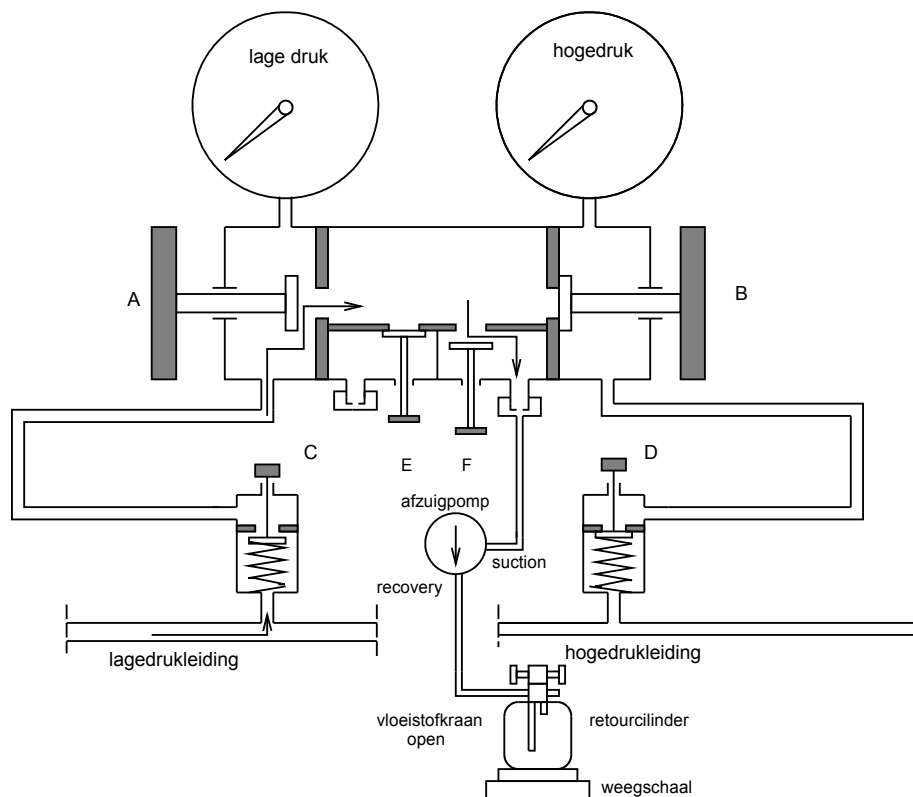
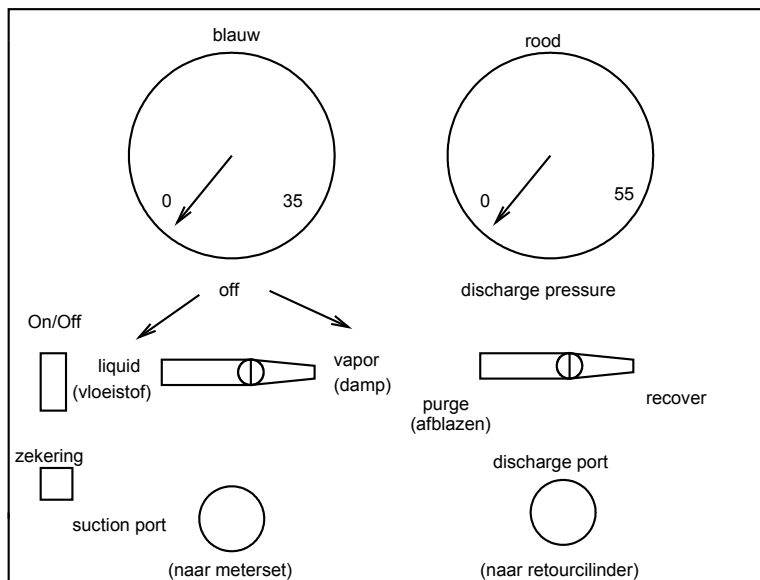

Fig. 13.1 Het leeghalen van een airco-installatie
Fig. 13.2 De blauwe meter geeft de druk van de installatie weer en de rode meter de druk in de retourcilinder.
- 4) Open de kranen volgens fig. 13.1 en fig 13.2 en start de afzuigpomp.